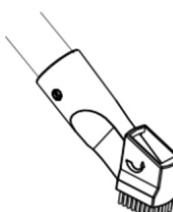

Fig. 9 – Conexão do bocal escova na mangueira
- Para limpeza em estofados ou tecidos, o usuário pode utilizar o bocal cantos/escova do lado escova (Fig. 9).
- Monte o bocal cantos/escova na mangueira (Fig. 9).